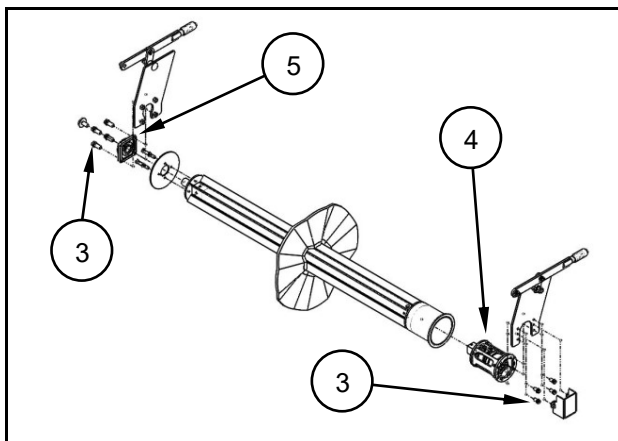

Fig. 6.3
- Monteringsskruer (3) på motorbæreren (4) og lejet (5) løsnes og fjernes (fig. 6.3).